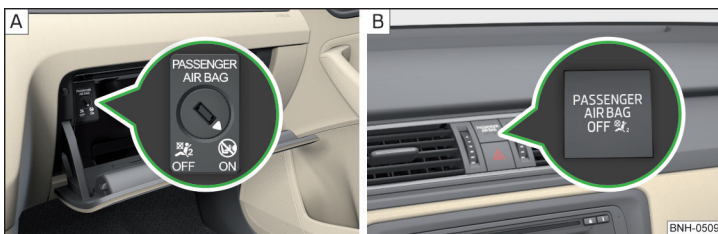

Fig. 10 Comutator cu cheie pentru airbagul frontal al pasagerului față/lampă de control pentru airbagul frontal al pasagerului față
Airbagul frontal al pasagerului față se poate dezactiva de la comutatorul cu cheie » **fig. 10 la pagina 19 - [A]**.
Pozițiile comutatorului cu cheie » fig. 10 - A
- OFF** Airbagul frontal al pasagerului față dezactivat - după cuplarea contactului se aprinde1) lampa de control **OFF** » fig. 10 - B